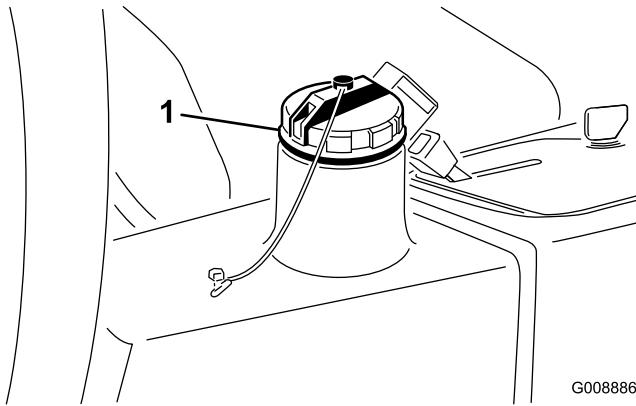

Figura 64
- Llene el depósito (Figura 64) con aproximadamente 13,2 litros de aceite hidráulico; consulte Comprobación del sistema hidráulico.